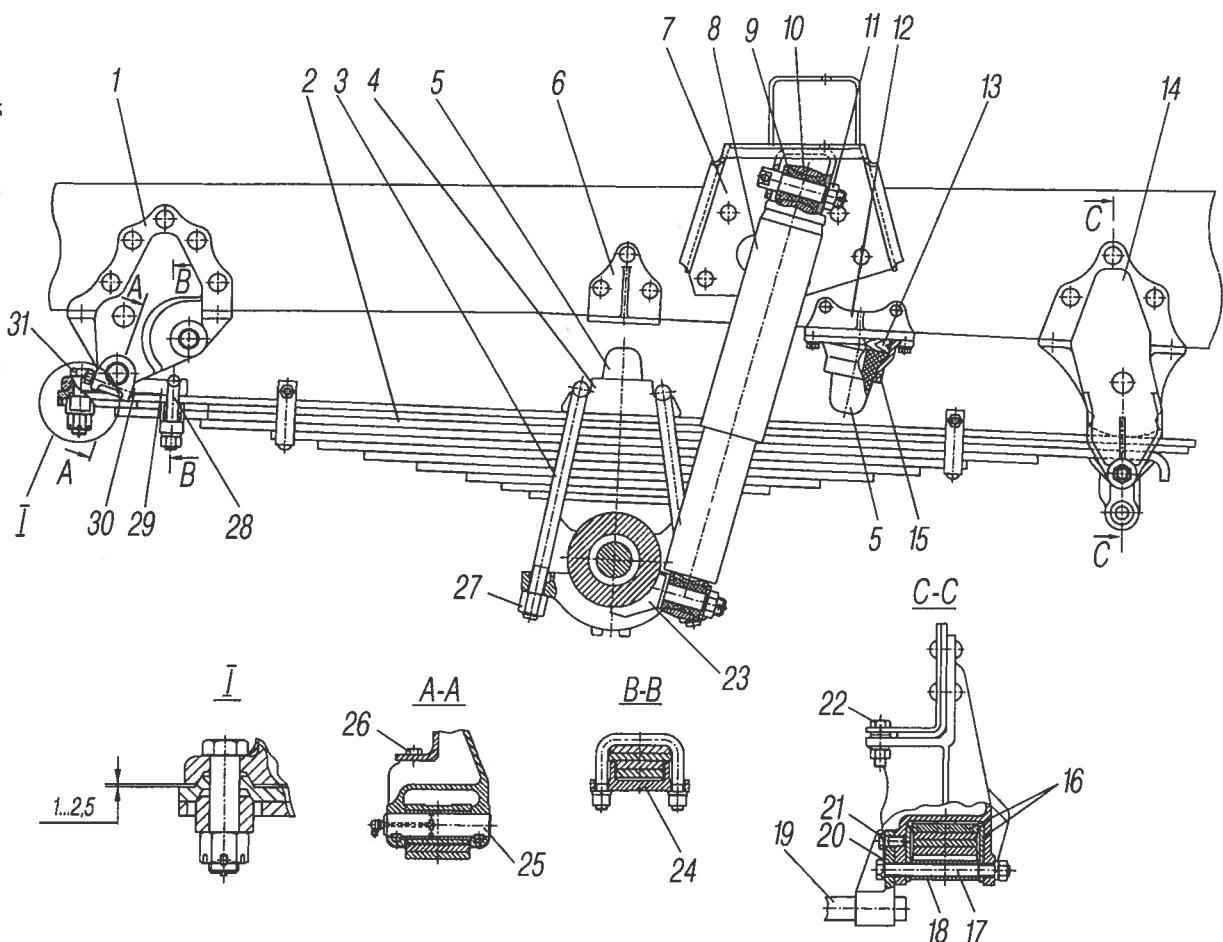

Рис. 40. Подвеска передняя:
**Передняя подвеска** (рис. 40) состоит из двух продольных полуэллиптических рессор, работающих совместно с гидравлическими амортизаторами телескопического типа двухстороннего действия. Верхние проушины амортизаторов через резиновые втулки прикреплены к кронштейнам 7, прикрепленным к лонжеронам рамы, нижние проушины – к кронштейнам 23, приваренным к картеру моста.
Гайки стремянки 28 (см.рис. 40) крепления накладного ушка передней рессоры затягивать на нагруженном автомобиле в следующем порядке: затянуть гайку на одной ветви стремянки ушка моментом 100–140 Н.м (10–14 кгс.м), затем гайку на второй ветви моментом 180–220 Н.м (18–22 кгс.м) и дотянуть этим же моментом первую гайку. Несоблюдение порядка затяжки гаек может привести к деформации накладки и стремянок ушка.